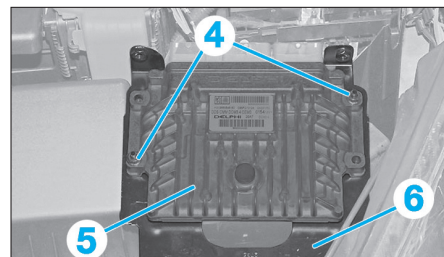

Fig. 54
- Déposer les vis de fixation (4) du calculateur (5) sur son support (6) (Fig.54).
- Désolidariser le calculateur (5) de son support (6).